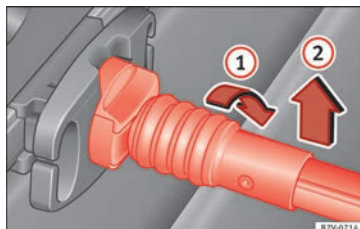

Fig. 171 Sådan hægtes hængenettet af.
- Drej stangen 90° mod højre » **Fig. 171** ①, indtil den røde markering på stangen kan ses. Tag stangen opad og ud ②.